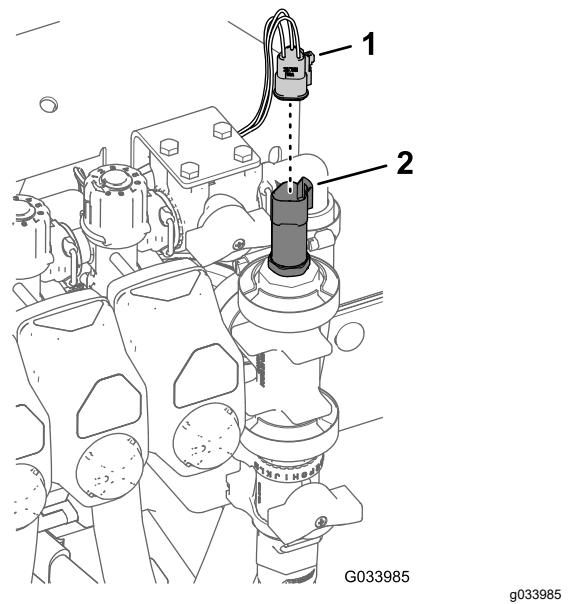

Figura 19
3. Monte el soporte de la válvula de control al bastidor del colector (Figura 19) con 4 pernos con arandela prensada (6 x 16 mm) y 4 contratuercas con arandela prensada (6 mm); apriete los pernos a entre 10 y 12 N·m.
5. Conecte el conector hembra de 3 vías del transductor de presión (Figura 19).